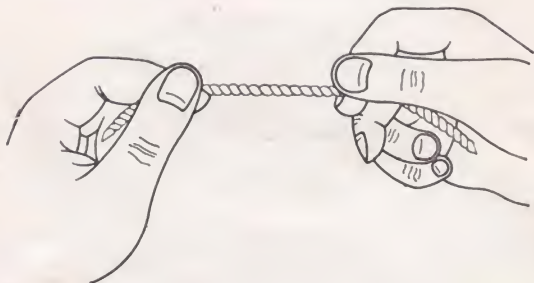

Abb. 1
9. Man benutze als **Oberfaden** auf der Maschine möglichst **linksgedrehtes** Garn. Als **Unterfaden** kann sowohl **links-**, wie **rechtsgedrehtes** Garn Verwendung finden. Man vermeide jedoch Glanzgarn. Die Drehung des Fadens läßt sich leicht feststellen, wenn man ein Stück Faden, wie in Abbildung 1 gezeigt, in beiden Händen festhält und mit dem Daumen und Zeigefinger der rechten Hand gegen sich zu dreht. **Linksgedrehtes** Garn wird sich dabei fester **zudrehen**, **rechtsgedrehtes** Garn dagegen **aufdrehen**.